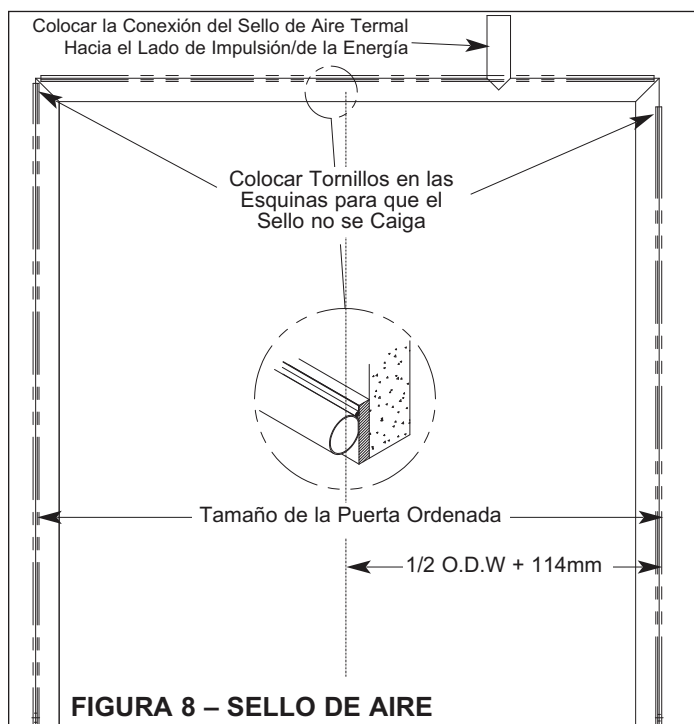

FIGURA 8 – SELLO DE AIRE
1. Utilizando las herramientas proveídas, sujetar el detenedor de aluminio a la madera polivinilica opcional, o directamente a la pared, Figura 8.